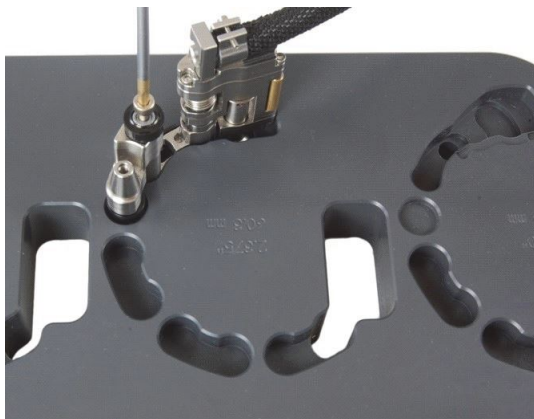

图 2-11 安装半格链
- 4. 如果在完成某种扫查器配置时需要半格链，则需执行以下步骤（参见第 27 页的图 2-11）：